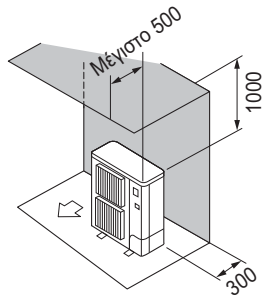

Fig. 3-6
- ② Εμπόδια στην πίσω και επάνω πλευρά μόνο (Fig. 3-6)